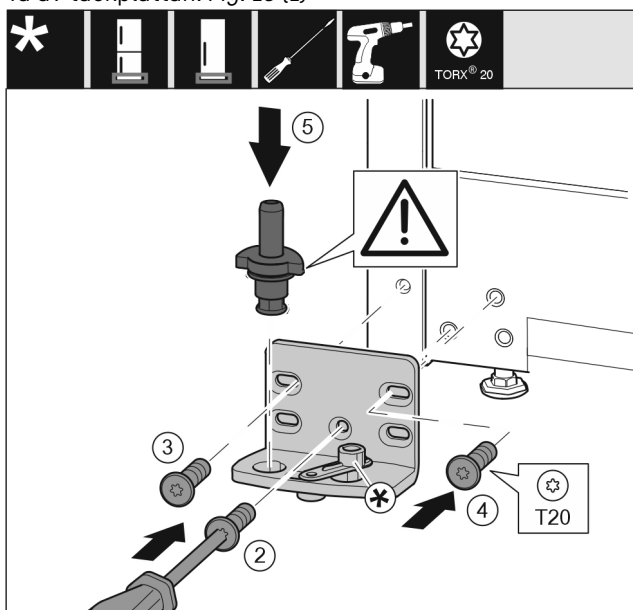

Fig. 17
- Sätt på lagerbocken på andra sidan och skruva fast den med hjälp av en skruvmejsel T20. Börja med skruv 2 längst ner i mitten. Fig. 17 (2)
- Dra åt skruvarna 3 och 4. Fig. 17 (3,4)
- Sätt in lagerbulten helt och hållet. Se till att låskammen är vänt bakåt. *Fig. 17 (5)*